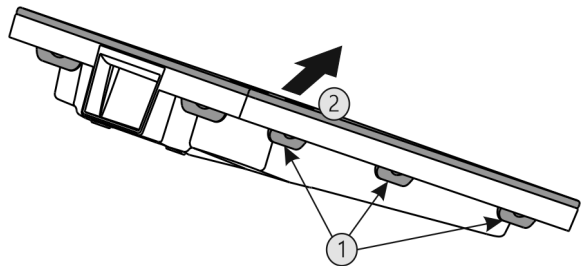

Fig. 82
- ▶ Presione todas las pestañas Fig. 82 (1) una tras otra y retire la cubierta Fig. 82 (2).